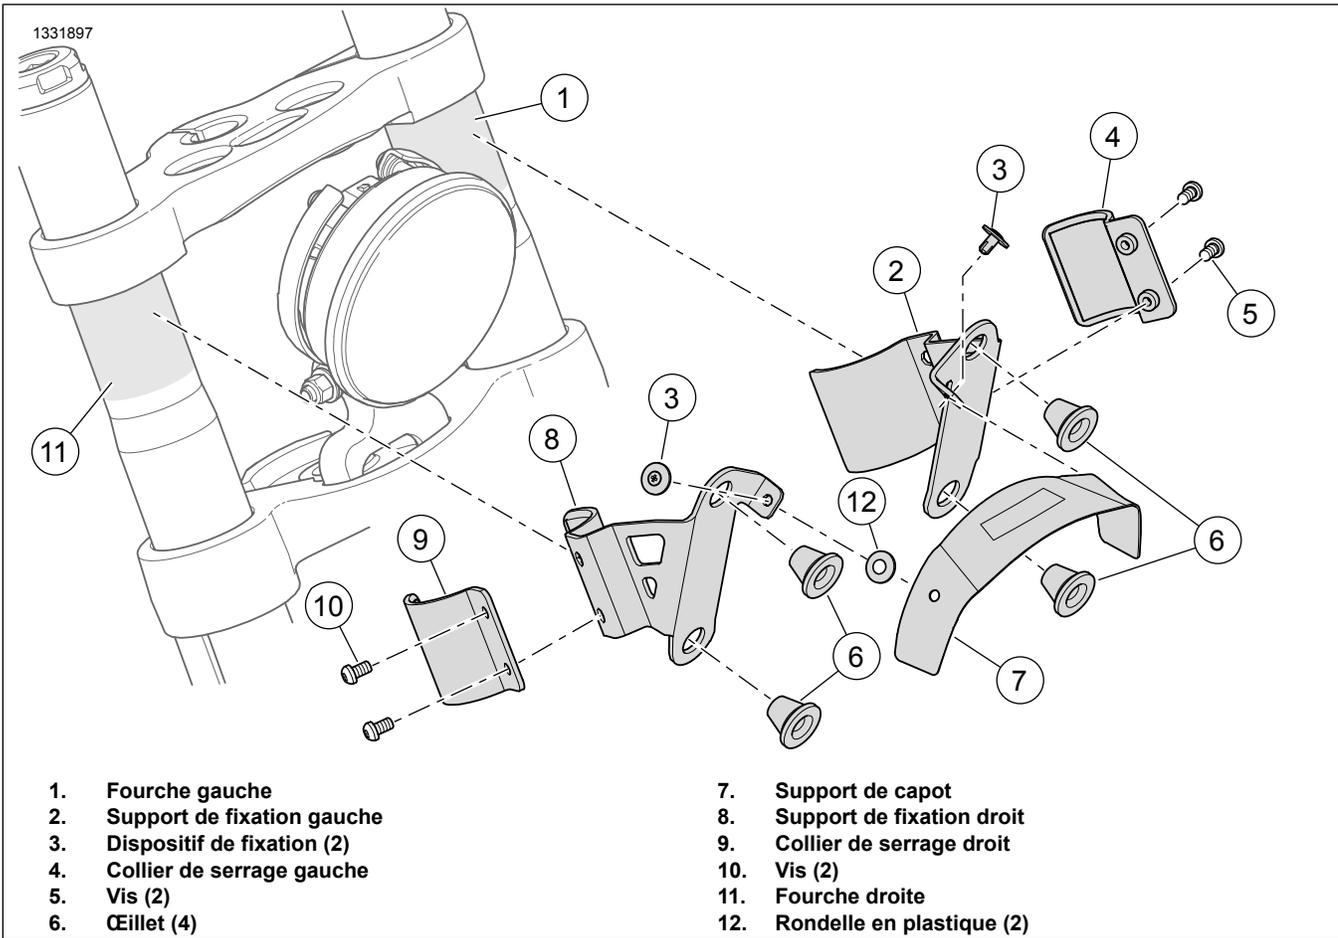

Figure 6. Support
2. Figure 6 Installer le support de fixation gauche.
- a. Nettoyer en essuyant la zone de montage de la fourche gauche (1).
- b. Installer, sans trop serrer, le support de fixation (2) gauche, le collier de serrage (4) et les vis (5).
- a. Nettoyer en essuyant la zone de montage de la fourche droite (11).
- b. Installer, sans trop serrer, le support de fixation (8) droit, le collier de serrage (9) et les vis (10).
- a. Coller la rondelle en plastique (12) sur chaque trou du support de capot (7).
- b. Aligner les trous de fixation dans les supports gauche et droit (2 et 8) sur le support du capot (7).
- c. S'assurer que le support du capot (7) est centré sur le phare.
- d. Installer les dispositifs de fixation (3) une fois que tous les supports sont dans l'alignement approprié.